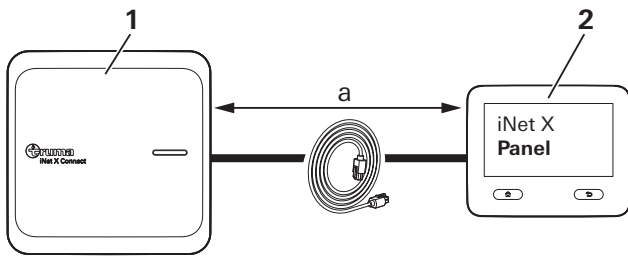

Bild 2
- Slå ifrån säkringarna och / eller jordfelsbrytaren (FI) i fordonet.
- Placera Connect så nära panelen som möjligt (Bild 2).
- Kontrollera om kabel längden är tillräcklig (Bild 2).